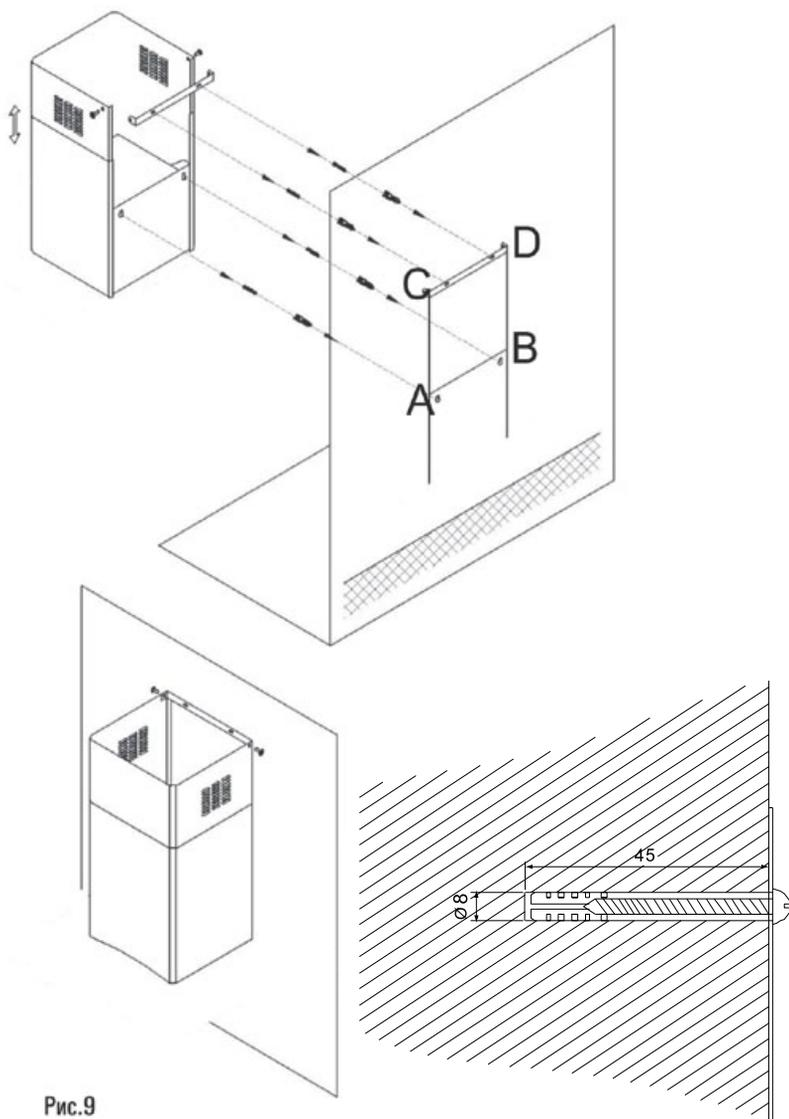

Рис.9
1. Прежде чем приступить к сверлению отверстий под дюбели в стене необходимо произвести разметку. Для этого измерьте на вытяжке расстояние между центрами отверстий, предназначенных для подвешивания вытяжки на стену. На нужной высоте начертите горизонтальную линию на стене по уровню. На этой линии наметьте точки (А и В), расстояние между которыми должно равняться расстоянию, измеренному между центрами отверстий для крепления вытяжки (рис. 9).
3. Возьмите установочные винты ST4x35, наденьте на них металлические дюбели таким образом, чтобы разрезная часть была направлена в сторону головки винта, и установите их в просверленные вами отверстия в стене А и В резьбовой частью наружу (рис. 9).
5. Повесьте корпус вытяжки на опорные точки А и В согласно прилагаемого рисунка (рис. 9). Затяжку гаек производите с полным прижатием корпуса вытяжки к стене с максимальным усилием, до полной фиксации крепежа в стене.
7. Сделайте разметку для крепления планки внутреннего декоративного кожуха, точки С, D на рис. 9.